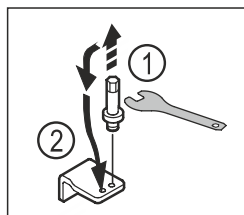

Fig. 22
- ▶ Svitare il perno del blocco inferiore di supporto con una chiave a esagono SW5. Fig. 22 (1)
- ▶ Inserire il perno sul lato opposto. Fig. 22 (2)